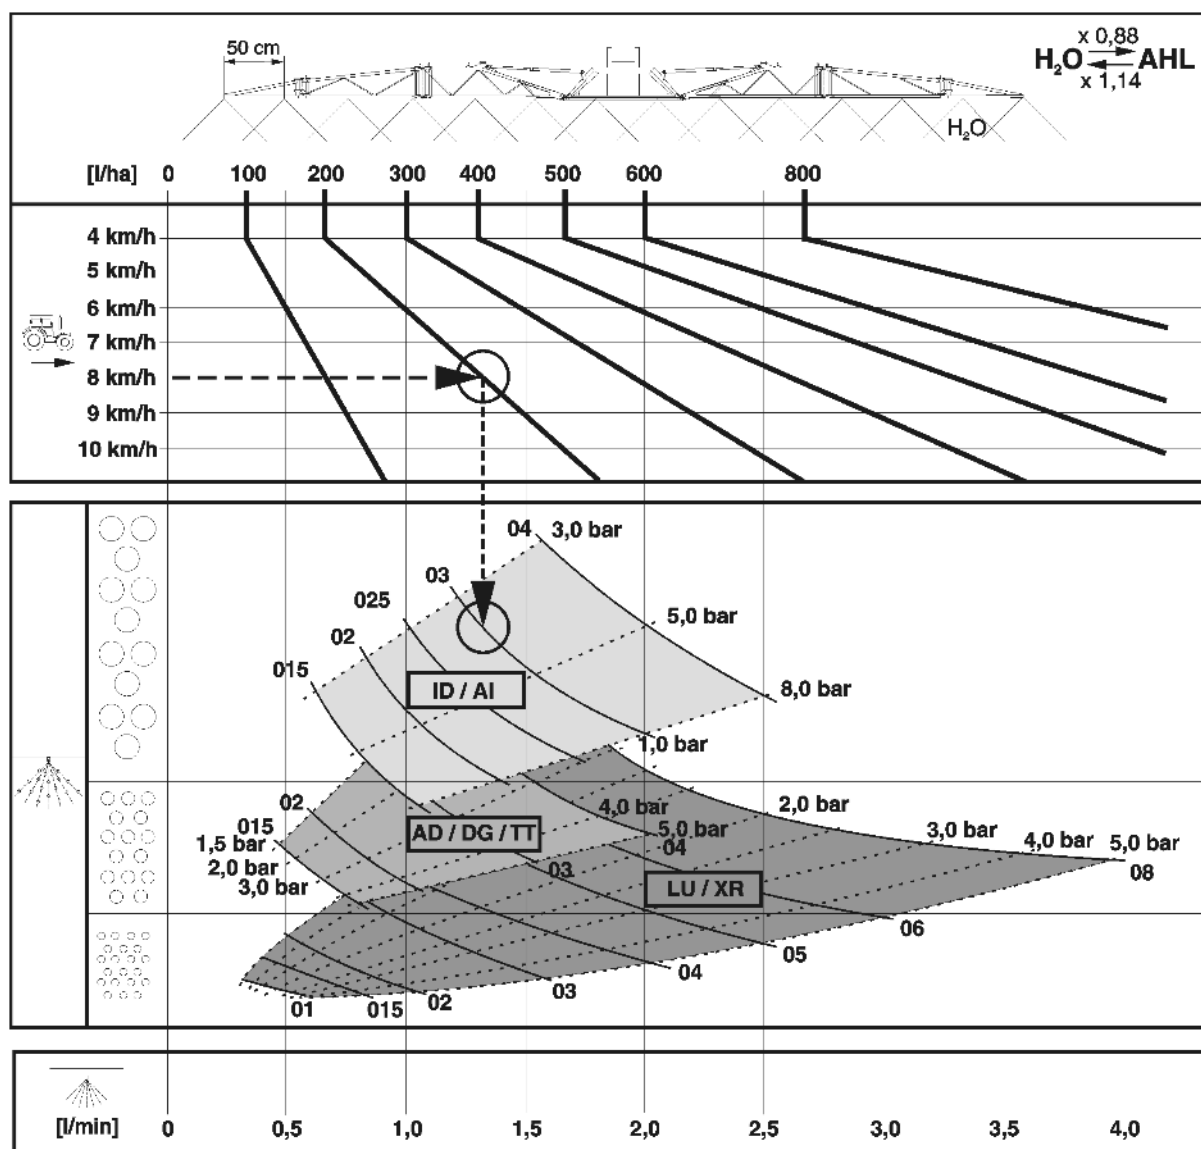

Fig. 201
- La Fig. 201 serve per la scelta del tipo di getto adatto. Il tipo di getto è determinato